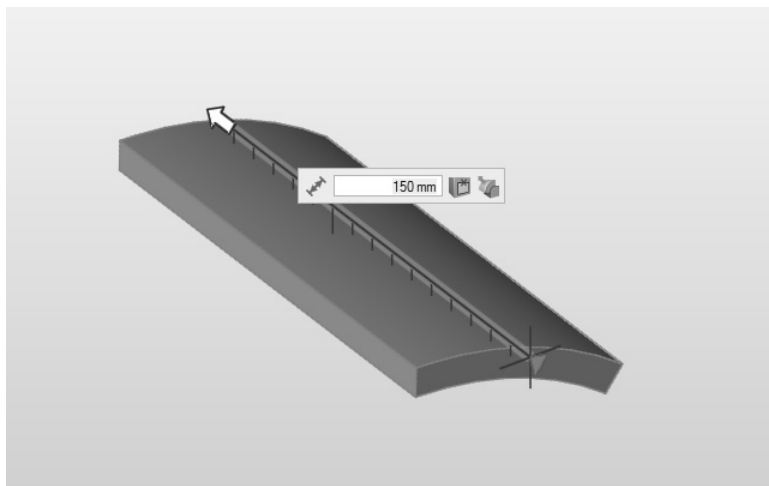

图 6-9
2) 当处于推/拉模式时, 单击并拖动该面, 将其挤成一个脚踏板, 拉伸该面直至越过初始模型脚踏板的远边, 如图 6-9 所示。